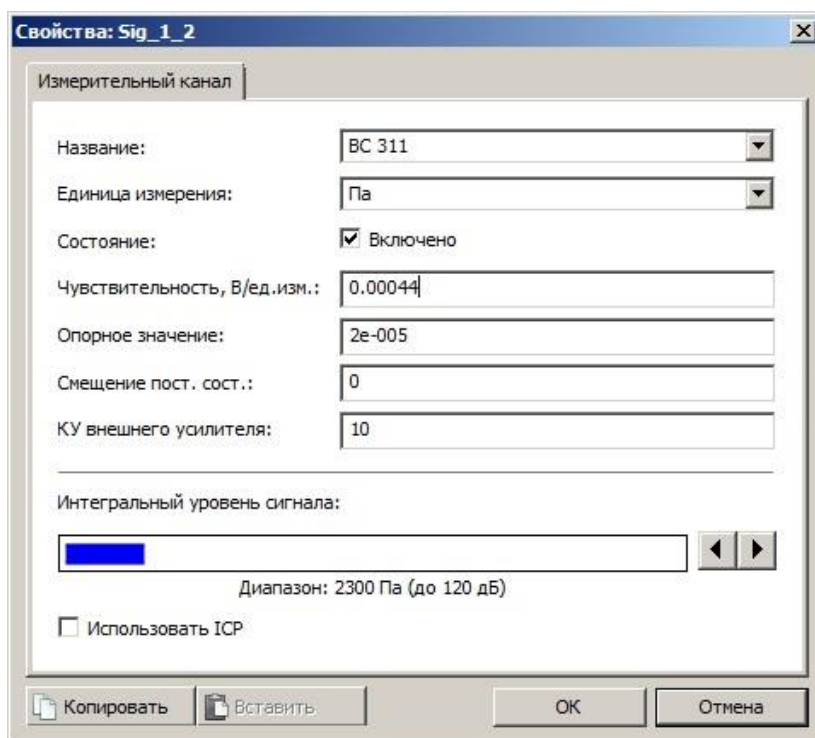

Рис. 1.7 Вид вкладки «Измерительный канал»
5. В свойствах канала анализатора, во вкладке «Измерительный канал» произвести настройки согласно Рис. 1.7.
***ВНИМАНИЕ!!!*** Усилитель ZET 440 имеет коэффициент усиления по заряду равный  $1\text{ мВ/нКл}$ . Поэтому значение чувствительности в  $\text{нКл/Па}$  равно значению чувствительности в  $\text{мВ/Па}$  при условии подключения через усилитель ZET 440. Соответственно, при подключении гидрофона к анализатору спектра через усилитель ZET 440, если чувствительность гидрофона по паспорту составляет  $0,44\text{ нКл/Па}$ , то в поле «Чувствительность, В/ед.изм.» вводим значение  $0,00044\text{ В/Па}$  (см. Рис. 1.7).